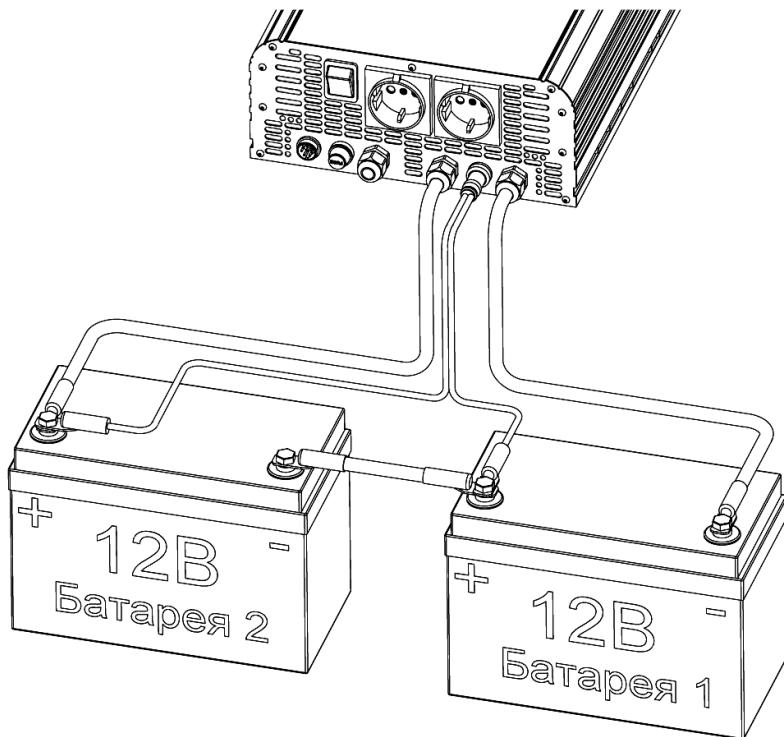

Рисунок 2. Підключення свинцево-кислотних АКБ до UPS-2024 V2
- 4.1.7 При використанні двох свинцево-кислотних АКБ з номінальною напругою 12В, означені батареї з'єднуються послідовно, використовуючи силову перемичку, що входить до комплекта поставки. Необхідно, також, під'єднати кабель балансування. Клеми «Батарея1» і «Батарея2» під'єднуються до плюсовых клем відповідних батарей, нумерація яких ведеться від чорного (мінус) батарейного кабеля ДБЖ, як показано на Рис.2